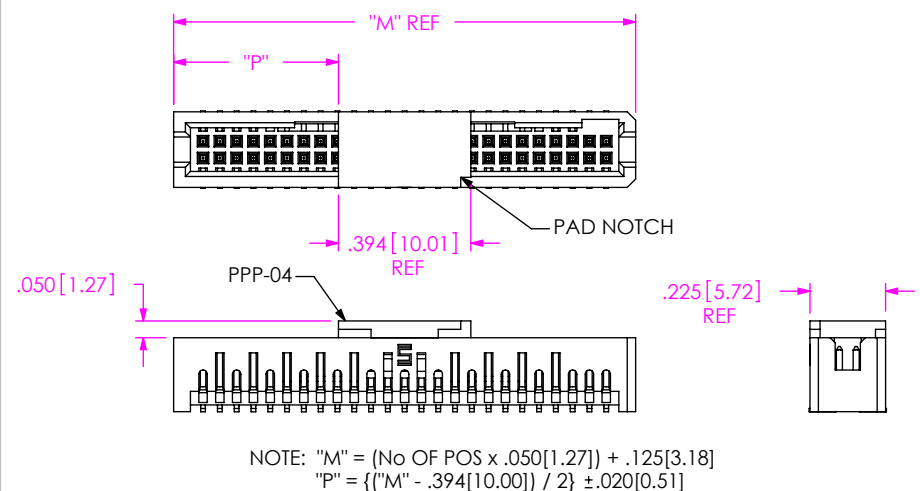

FIG 4
-RA: RIGHT ANGLE (LEAD STYLE -01 ONLY) (SEE FIG 4, SHT 2)